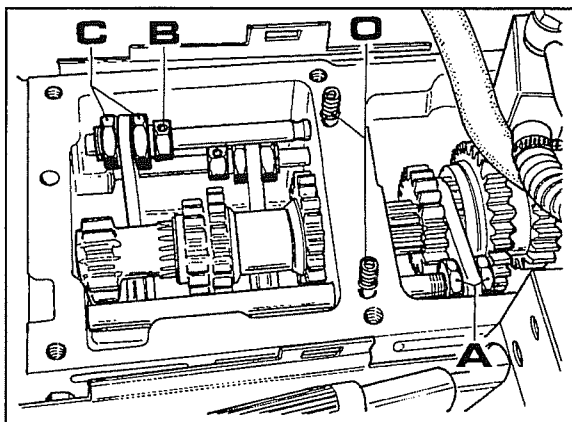
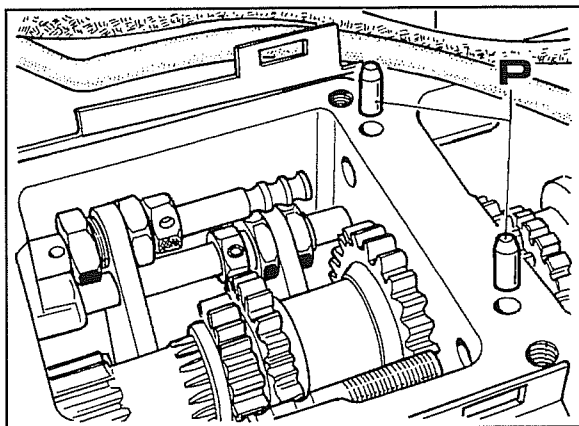

Fig. 4
Fig. 5
**Importante:** quando se levanta a tampa, prestar atenção para que as molas **O** fig.4 não caiam no óleo dentro do carter das velocidades e portanto retirar as esferas.
- 4 Soltar a vareta do redutor através das porcas **A** fig.4 e depois retirar-la para a frente.
5 Soltar a vareta das velocidades desatarraxando as porcas **C** fig.4, retirando a ficha **B** para consentir a operação, e a seguir retirar a vareta como ilustrado na fig. 5.
6 Introduzir os novos pernos de impedimento **P** (quando inexistentes) como ilustrado na fig.5.